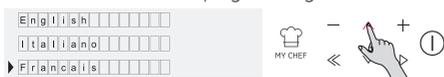

Figura 2
• Entre en la sección de configuración y seleccione el idioma en el menú desplegable. (Figura 2).